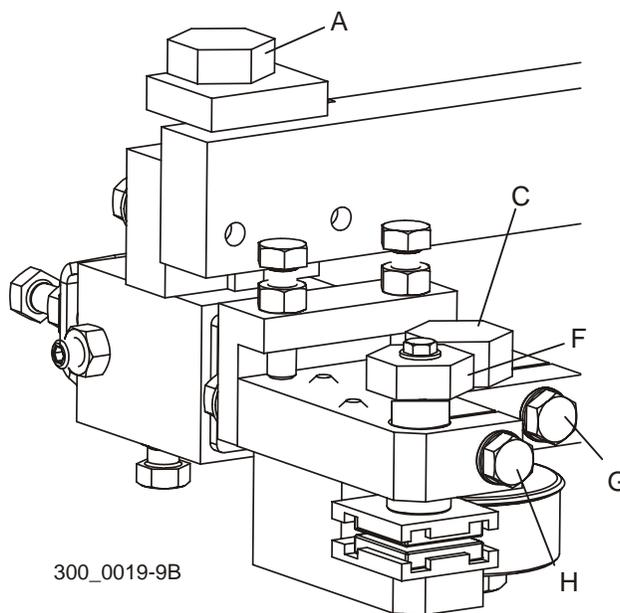

FIGURA 3-48
Vea la Figura 3-48. Guías de bloque opcionales: Afloje el perno de sujeción (H) y gire el perno de bloque de guía superior (F) en sentido contrario a las agujas del reloj para subir el bloque de guía superior alejándolo de la hoja de sierra. Gire el perno del conjunto de guíasierra (A) en sentido contrario a las agujas del reloj para mover el bloque de guía inferior hacia abajo alejándolo de la hoja de sierra. Compruebe que el rodillo de guíasierra no toque la hoja de sierra. Afloje el perno de sujeción (G) y gire el perno del rodillo (C) si es necesario para alejar el rodillo de la hoja de sierra.